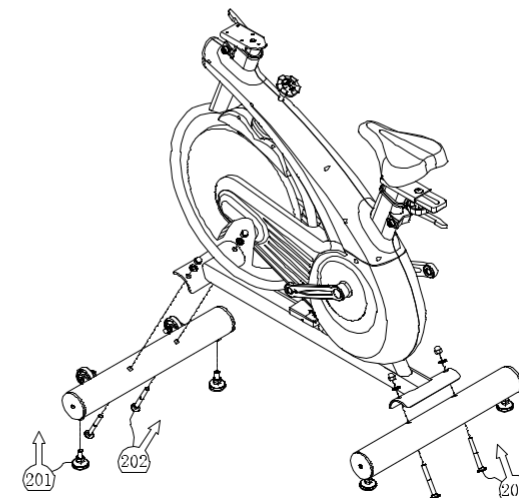

Bild 2
2. Skruva fast två "justerbara fötter" i skruvhålen på undersidan av "främre bottenstödet", se steg 201 på bild 2; Sätt sen i två " stora halvrundera fyrkantiga bultar M10×90" i det fyrkantiga hålet i "främre bottenstödet", se steg 202 på bild 2, och placera hjulen så att de kan röra sig i under böjda delen i framänden av huvudramen. För in "planbricka $\Phi 11 \times \Phi 20 \times 2$ " i de runda hålen, skruva på "täckmutter M10" och spänn den med en 16# skruvnyckel; Följ sen steg 203 på bild 2 och för in två " stora halvrundera fyrkantiga bultar M10×90 " vardera i de fyrkantiga hålen i "bakre bottenstödet" så att den justerbara foten är vinkelrät mot underlaget och sitter fast genom huvudramen. I det runda hålet i den böjda delen av framänden för du in "planbricka $\Phi 11 \times \Phi 20 \times 2$ ", skruvar på "täckmutter M10" och drar åt med en 16# skruvnyckel;